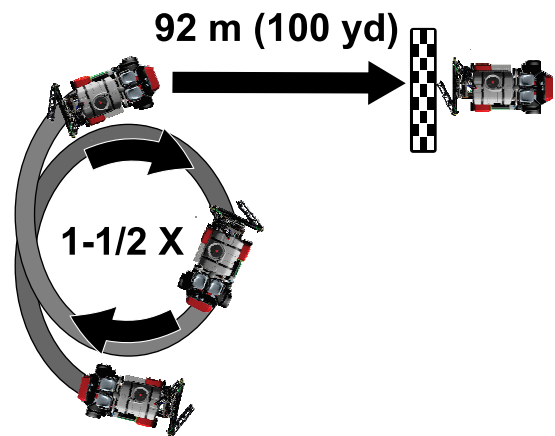

Figura 74
3. Guidate la macchina in tondo facendole compiere 1 giro e mezzo (Figura 74).